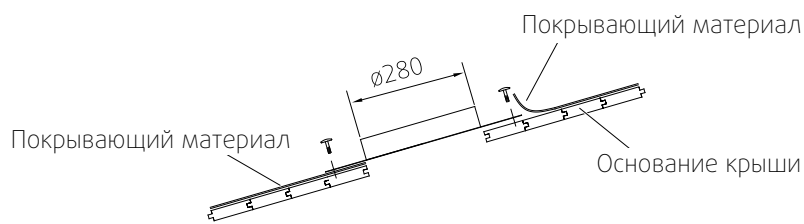

Рис. 4
3. Закрепите пластину на перекрытии крыши с помощью гвоздей или шурупов, рисунок 4.